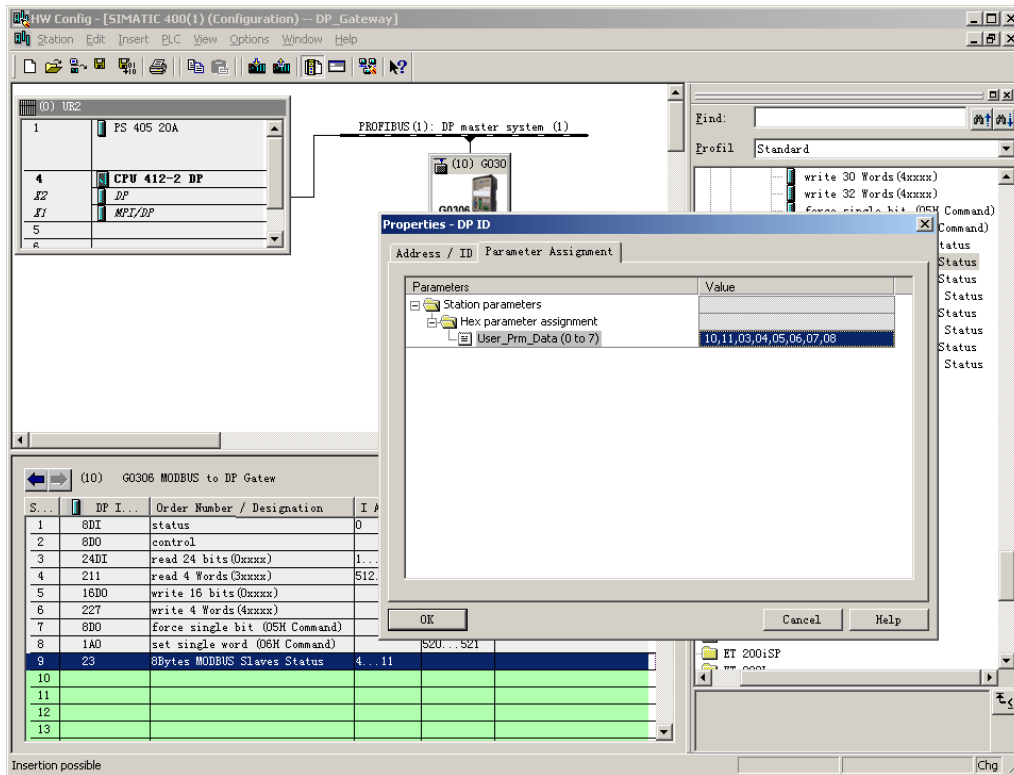

图 39 配置要监测的从站地址
c) 配置“8Bytes MODBUS Slaves Status” 模块用户参数，如图 39 所示：
如图 39 所示，每个设备对应于一个字节的模块用户参数。前例中，一共配置了两个从站 10、11，所以将这两个地址填入到模块用户参数中。